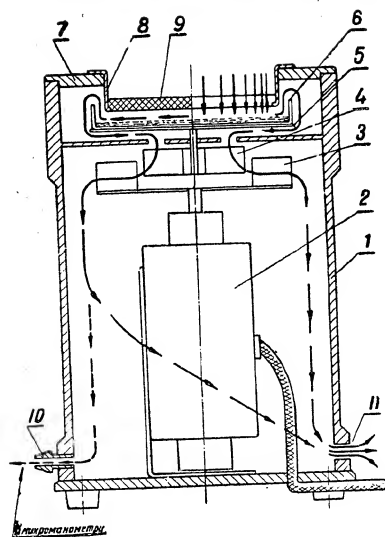

Рис. 2.
- а) Узла отбора проб воздуха (рис. 2)
Узел отбора проб воздуха (рис. 2) представляет собой цилиндрический корпус (1), к основанию которого прикреплен электромотор (2).